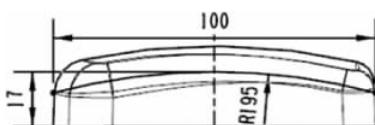

图 3-37 绘制截面(四)
(20) 以 ZX 平面为草绘平面, X 轴为水平参考, 绘制一条圆弧(R195mm), 如图 3-37 所示。